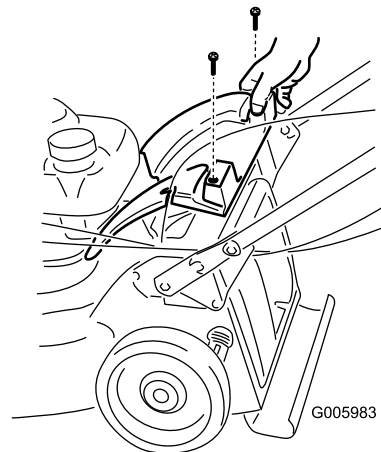

Bild 3
1. Entfernen Sie die zwei Schrauben, mit denen die Heckabdeckung befestigt ist und nehmen sie ab (Bild 3).